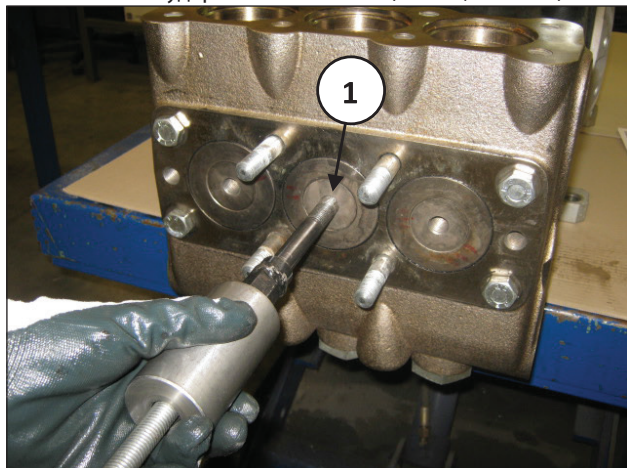

Рис. 103
- С) Извлеките передние пробки клапанов с помощью съемника с ударной массой M16 (поз. ①, Рис. 103).